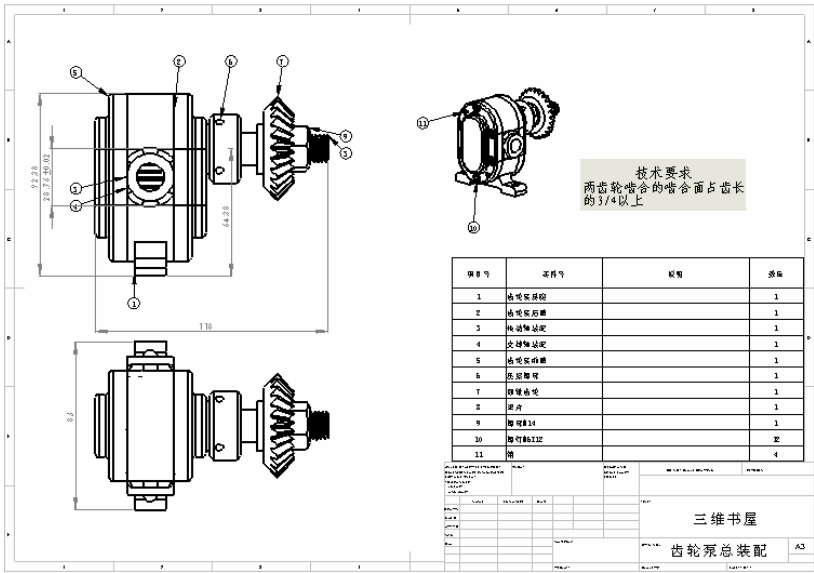

图 15-62 添加技术要求
❸ 单击菜单栏中的“插入”→“注解”→“注释”命令，或者单击“注解”工具栏上的“注释”按钮，为工程图添加注释，如图 15-62 所示。此工程图即绘制完成。